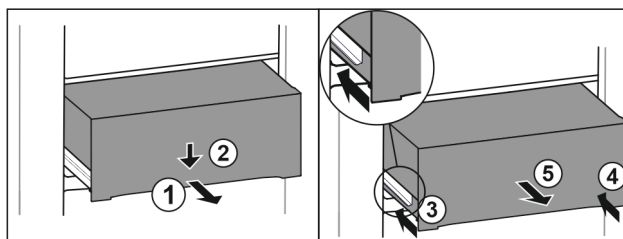

Fig. 149
- Lade er half uittrekken. Fig. 149 (1)
- Schuiflade aan de voorzijde omlaag drukken. Fig. 149 (2)
- Linker rail ca. 2 cm inschuiven. Fig. 149 (3)
- Rechter rail ca. 2 cm inschuiven. Fig. 149 (4)
- Lade naar voren toe verwijderen. Fig. 149 (5)